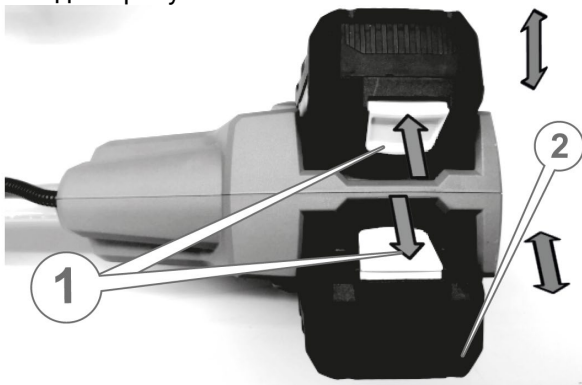

Рисунок 9. Схема встановлення та зняття акумуляторних батарей.
5.1.3.3 Встановлення та зняття акумуляторних батарей (рис. 9).
3. Для зняття АКБ злегка натиснути на кнопку фіксації (1, рис. 9) батареї та, не відпускаючи кнопку, із невеликим зусиллям витягнути акумулятор із гнізда виробу.